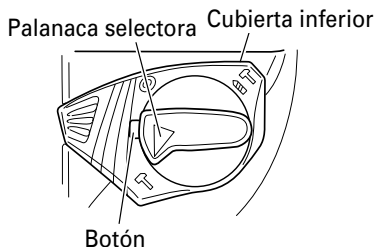

Fig. 7
- (1) Cambio a "martilleo"
- (b) Alinee la marca ▲ de la palanca selectora y T del sujetador de palanca, tal como se muestra en la Fig. 7.